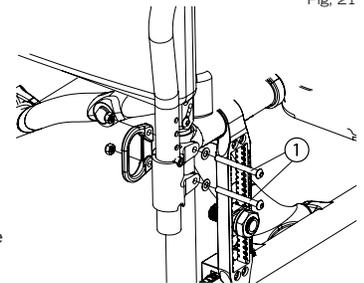

Fig. 21
- Rimuovete i due bulloni (1) (Fig. 21).